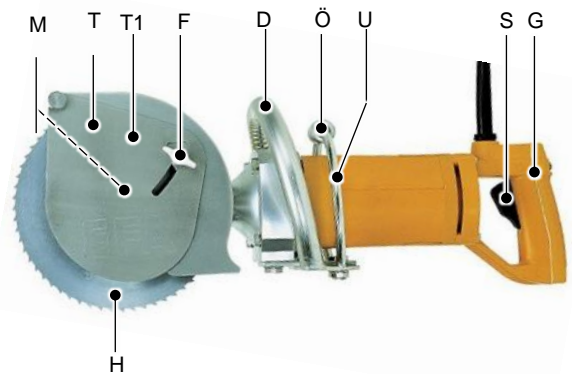

Fig. 7.1: Cambio del disco de sierra
Desatornille la tuerca de mariposa (F) y extraiga el tope de profundidad, ver fig. 7.1.